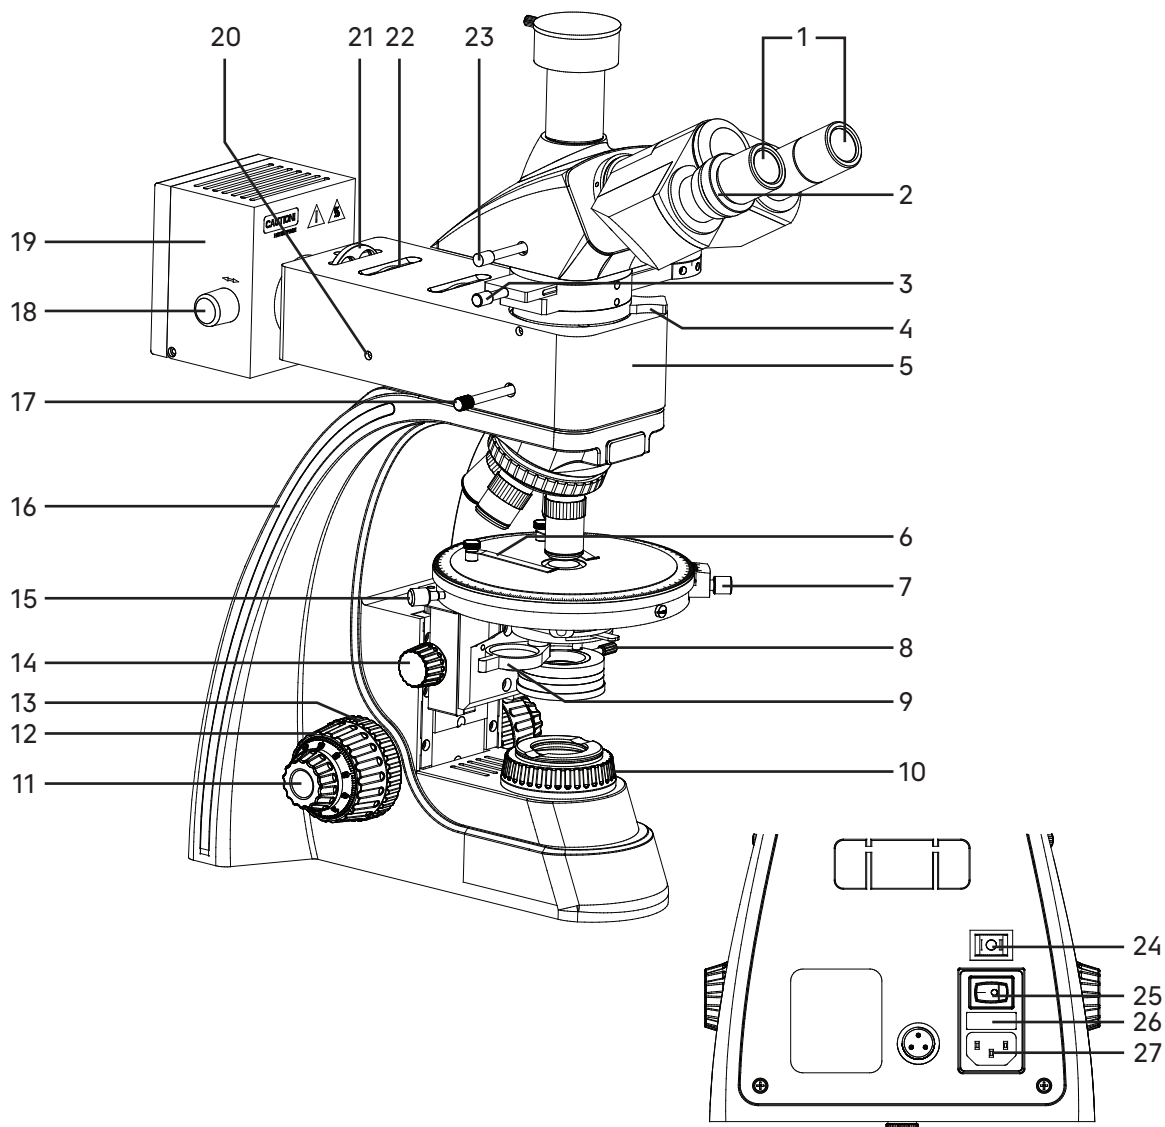
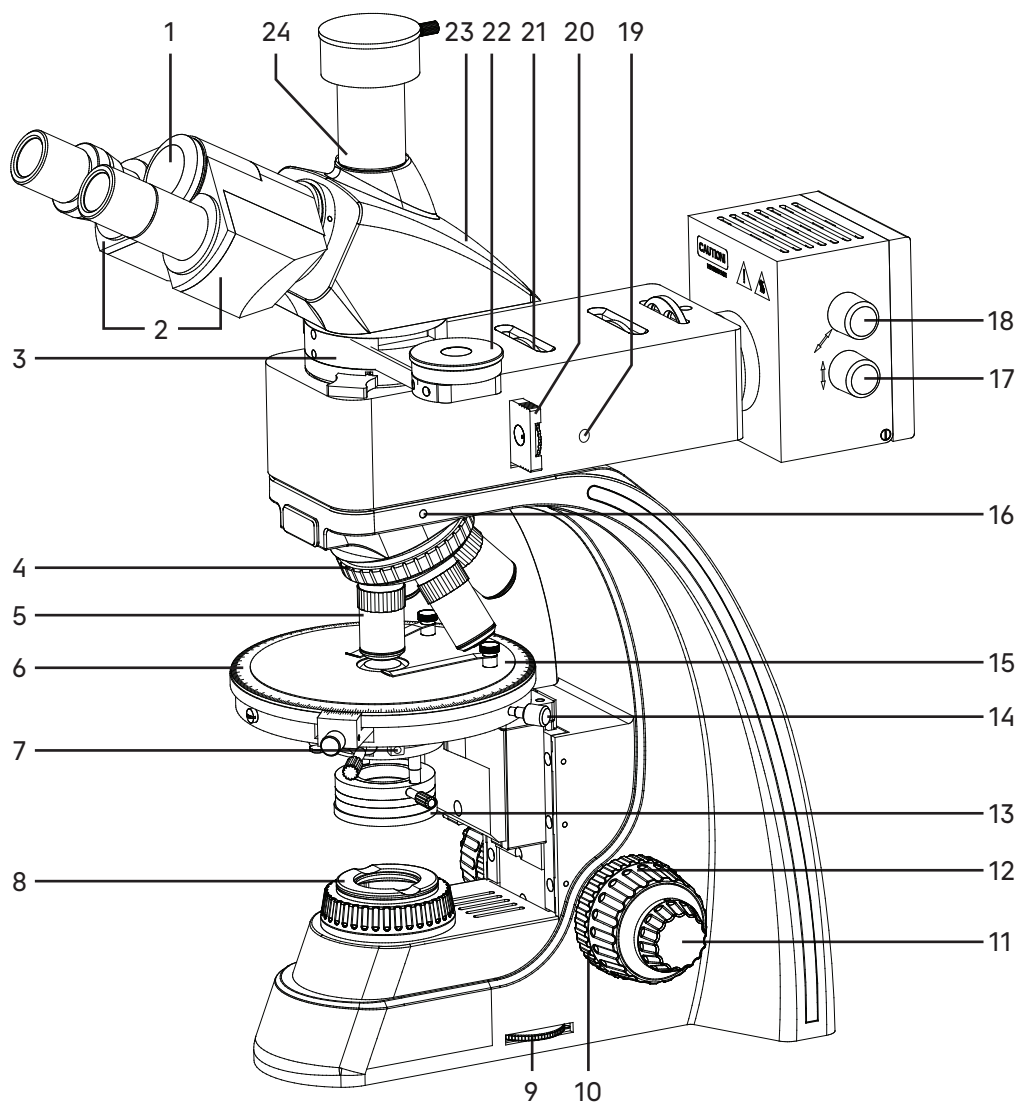

Рис. 1. Микроскоп MAGUS Pol 850. Вид слева
Рис. 2. Микроскоп MAGUS Pol 850. Вид справа
Общий вид микроскопа представлен на рис. 1 и 2.
Штатив 16 (рис. 1) имеет устойчивую эргономичную конструкцию.
- револьвер 4 (рис.2) с объективами 5 (рис. 2);
- предметный столик 15 (рис. 2);
- кронштейн конденсора (не показан на рис. 1 и 2);
- коллектор в оправе 10 (рис. 1).
На задней стенке штатива расположены выключатель питания 25 (рис. 1), переключатель осветителя проходящего/отраженного света 24 (рис. 1), держатель предохранителя 26 (рис. 1) и разъем для сетевого шнура 27 (рис. 1), посредством которого микроскоп подключается к сети переменного тока.
На правой стенке штатива расположен диск регулировки яркости 9 (рис. 2).
Фокусировка на объект осуществляется перемещением по высоте предметного столика. Грубая фокусировка производится вращением коаксиальных рукояток 12 (рис. 1, 2), расположенных по обеим сторонам штатива.
Тонкая фокусировка производится вращением рукояток 11 (рис. 1, 2), расположенных по обеим сторонам штатива. Тонкая фокусировка требуется для более точного фокусирования на объект и для подфокусировки микроскопа на резкость изображения при смене объективов и препаратов. Цена деления тонкой фокусировки – 2 мкм.
Механизм регулировки жесткости хода грубой фокусировки 10 (рис. 2) – кольцо между штативом и рукояткой грубой фокусировки с правой стороны. С помощью кольца регулируется жесткость хода грубой фокусировки так, чтобы жесткость была комфортной для пользователя, но при этом столик не опускался самопроизвольно во время работы.
Механизм блокировки грубой фокусировки 13 (рис. 1) расположен с левой стороны. После завершения грубой фокусировки рекомендуется перевести рычаг в крайнее положение в направлении по часовой стрелке. Таким образом закрепится положение грубой фокусировки для быстрой рефокусировки после смены препарата.
Тринокулярная визуальная насадка 23 (рис. 2) обеспечивает визуальное наблюдение изображения объекта.
Изменение межзрачкового расстояния в насадке осуществляется разворотом окулярных тубусов в пределах 48–75 мм. Значение расстояния, установленного в соответствии с глазной базой наблюдателя, отсчитывается по шкале на насадке 1 (рис. 2).
В вертикальный тубус 24 (рис. 2) корпуса визуальной насадки (канал визуализации) с помощью переходника C-mount устанавливается система визуализации с монитором. Переключение светового потока на вертикальный тубус производится рукояткой 23 (рис. 1). Рукоятка имеет два положения: 100/0 и 0/100.
В комплект микроскопа входят окуляры 1 (рис. 1) и окуляр с перекрестьем. Окуляры имеют высокое положение выходного зрачка и предназначены для работы как в очках, так и без них.
Револьверное устройство 4 (рис. 2) обеспечивает установку пяти объективов. Свободное отверстие служит для настройки положения лампы осветителя отраженного света и установки дополнительного объектива. Смена объективов производится вращением револьверного устройства за рифленую поверхность до фиксированного положения.
На корпусе осветителя находится рычаг переключения поляризации проходящего и отраженного света 17 (рис. 1). В положении «R» просмотр осуществляется в отраженном свете, в положении «Т» – в проходящем свете.
Апертурная и полевая диафрагмы осветительного устройства микроскопа, объединенные в оптическую систему, предназначены для улучшения качества изображения объекта. Настройки диафрагм должны основываться на оптических характеристиках объектива и требуемой контрастности. Апертурную и полевую диафрагмы не следует рассматривать как устройство регулировки яркости изображения. Регулировка яркости должна осуществляться посредством регулировки интенсивности освещения – при помощи рукоятки регулировки яркости галогенной лампы 9 (рис. 2).